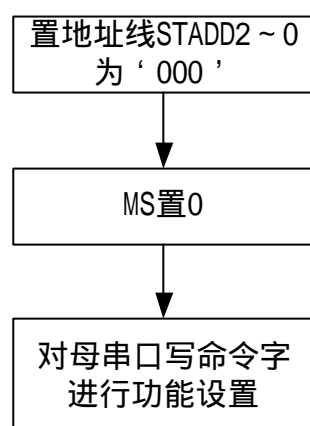
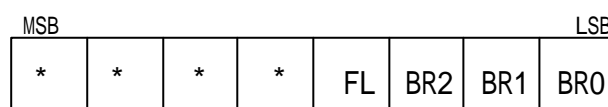

图 7 功能设置流程图
图 8 功能寄存器结构
具体设置方法为：将地址线 STADD2~0 全置为 '0'，外部 MCU 通过母串口写入控制命令对芯片进行设置。设置流程参见图 7：
3、对母串口写命令字，该命令字的值为功能寄存器相应位的设置值，但高 4 位必须全为 '1'，以便和无效数据相区别。功能寄存器的结构如图 8 所示：
设置流程参见图 7，功能寄存器结构参见图 8，其中 FL 是用来设置帧长的位，为‘0’表示 10bit，‘1’表示 11bit。
**波特率的设置：**在两种工作模式下，将地址线 STADD2~0 全置为‘0’，外部 MCU 可以通过母串口写入特定的控制命令对串口工作波特率进行设置。设置流程参见图 7，功能寄存器结构参见图 8，其中 BR2~0 是用来设置波特率的位。